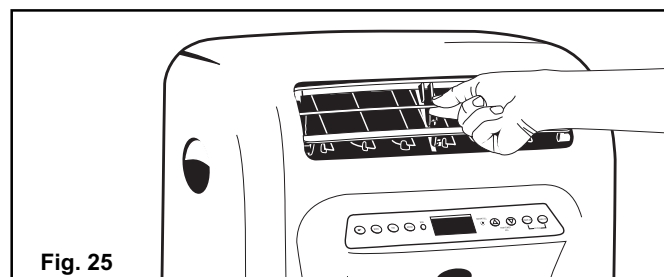

Fig. 25
5. Pour régler la direction du débit d'air (haut / bas seulement), régler les **lamelles horizontales** du centre et les autres lamelles seront automatiquement réglées à la même position. **Fig. 25**.